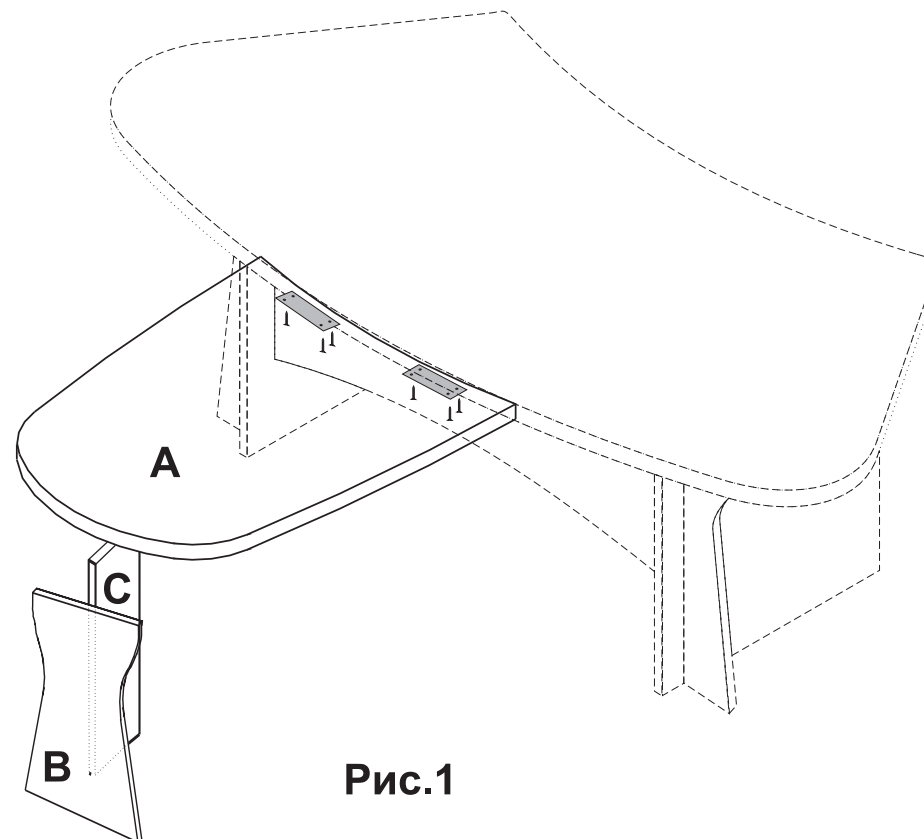

Рис.1
Сборка производится согласно Рис.1
Установите шканты (3) в отверстия d=8 мм столешницу А. Вставьте дюбель эксцентрика быстрого монтажа (1а) в столешницу А и ногу В (см. Рис.2). Вбейте футорки (4а) в нижние торцы ноги В и С, вкрутите ножки (4б) (см. Рис 3). Прикрепите ногу С к ноге В вставьте эксцентриковые гайки (1б) и с помощью отвертки поверните по часовой стрелке до фиксации (см. Рис.2). На собранную конструкцию установите столешницу А и закрепите эксцентриковые стяжки (1). С помощью шурупов (6) и пластин (5) прикрепите брифинг к столу, (см. Рис.1) Отрегулируйте положение ножек (4б) по высоте. В эксцентриковые гайки (1б) вставьте заглушки (2).